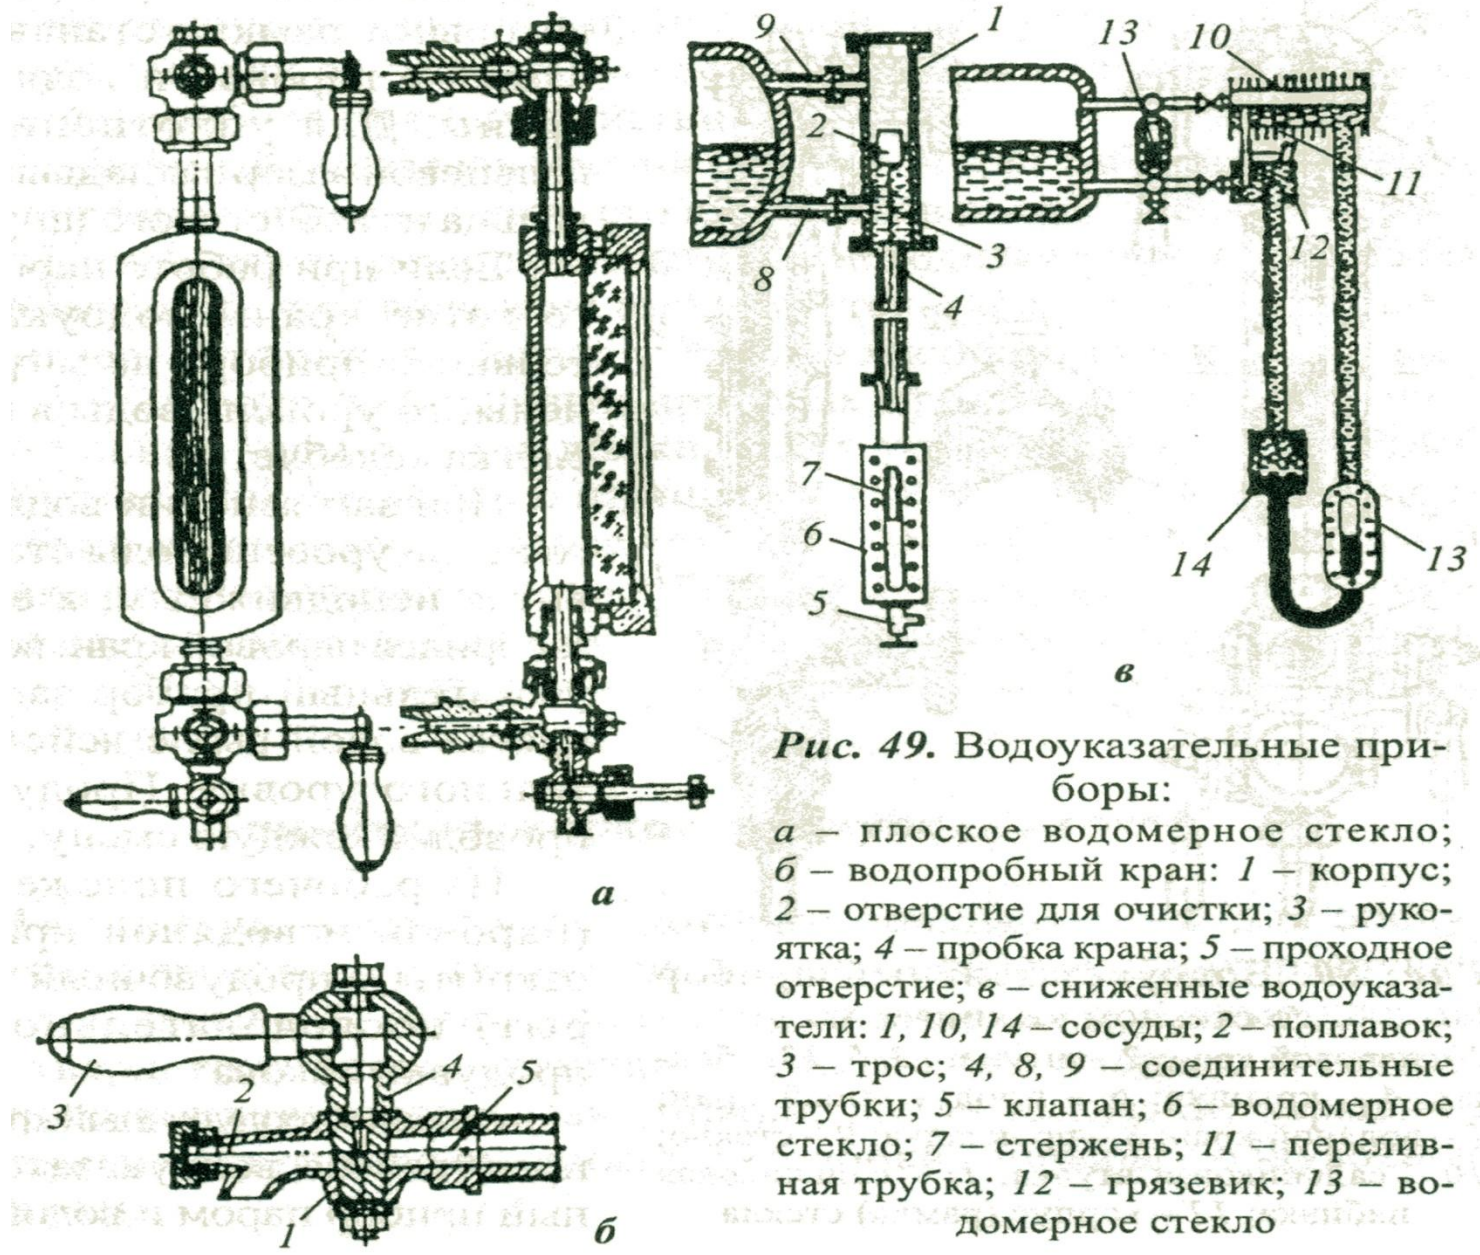

Рис. 49. Водоуказательные приборы:
- Водоуказательный прибор с *плоским стеклом* (рис. 49, а) состоит из металлической рамки, в гнездо которой вставляется на тонкой паронитовой прокладке плоское стекло, плотно прижатое к рамке крышкой с болтами.